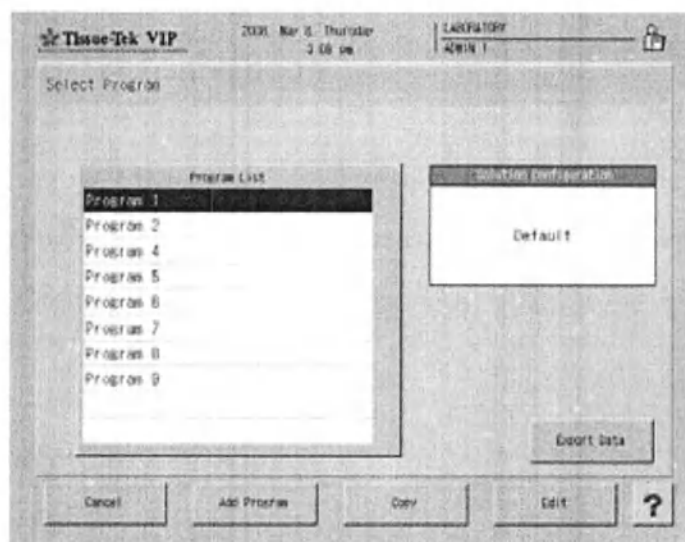

Рис. 72 Выбор программы
- Появится экран Select Program (Выбор программы) (Рис. 72).
1. В меню **«Edit Menu»** (Меню редактирования) нажмите кнопку **«Edit Programs»** (Изменение программ). Появится экран **Select Program** (Выбор программы) (Рис. 72).